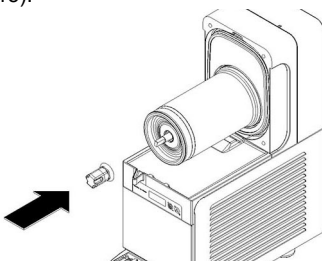

figura 15
**5** Coloque la junta hexagonal en el evaporador, acompañándola hasta el fondo (ver figura 15).